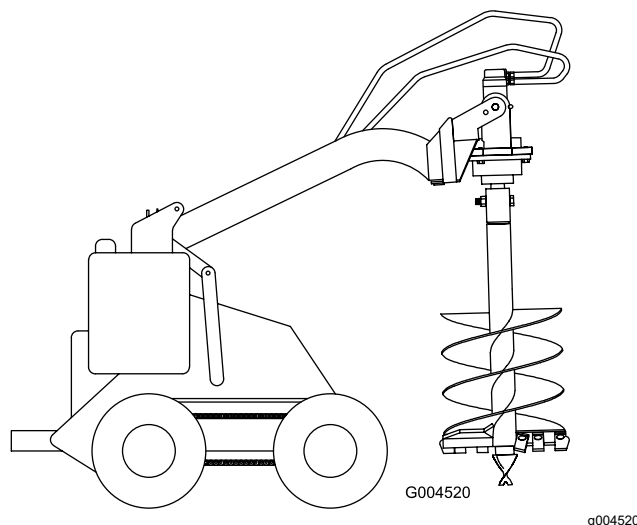

**Figura 8**
- Fissate la trivella alla testata motrice con un bullone (7/8" x 4 1/2") e un dado (7/8"), come mostrato nella Figura 8.